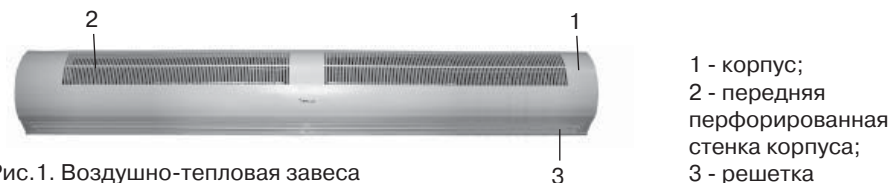

Рис.1. Воздушно-тепловая завеса
4.2. Завеса состоит из корпуса 1 (см. рис. 1), изготовленного из листовой стали, покрытой высококачественным полимерным покрытием. Внутри корпуса расположены два вентиляторных блока с трубчатыми оребренными электронагревателями. Вентиляторы всасывают воздух через переднюю перфорированную стенку корпуса 2, поток воздуха, проходя через электронагреватели, нагревается и выбрасывается через решетки 3 в виде узкой направленной струи. Управление завесой осуществляется с выносного блока управления (см. рис. 2).
5.3. В задней стенке корпуса завесы имеются 2 пары пазов: для горизонтальной установки и для вертикальной. За эти пазы завеса навешивается на предварительно вмонтированный в стену крепеж. В качестве крепежа рекомендуются шурупы или болты с диаметром шляпки от 11 до 14 мм. Установочные размеры завесы см. рис. 1 Приложения.